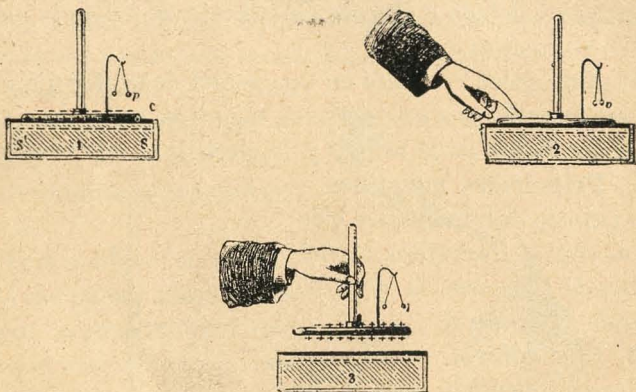

Fig. 165.—Carga del electróforo.
2.º Tocando el disco con el dedo, vuelven á unirse los péndulos, porque el fluido negativo libre ha pasado al suelo, y el fluido positivo se mantiene siempre en la parte inferior por la influencia de la resina electrizada negativamente (fig. 165).